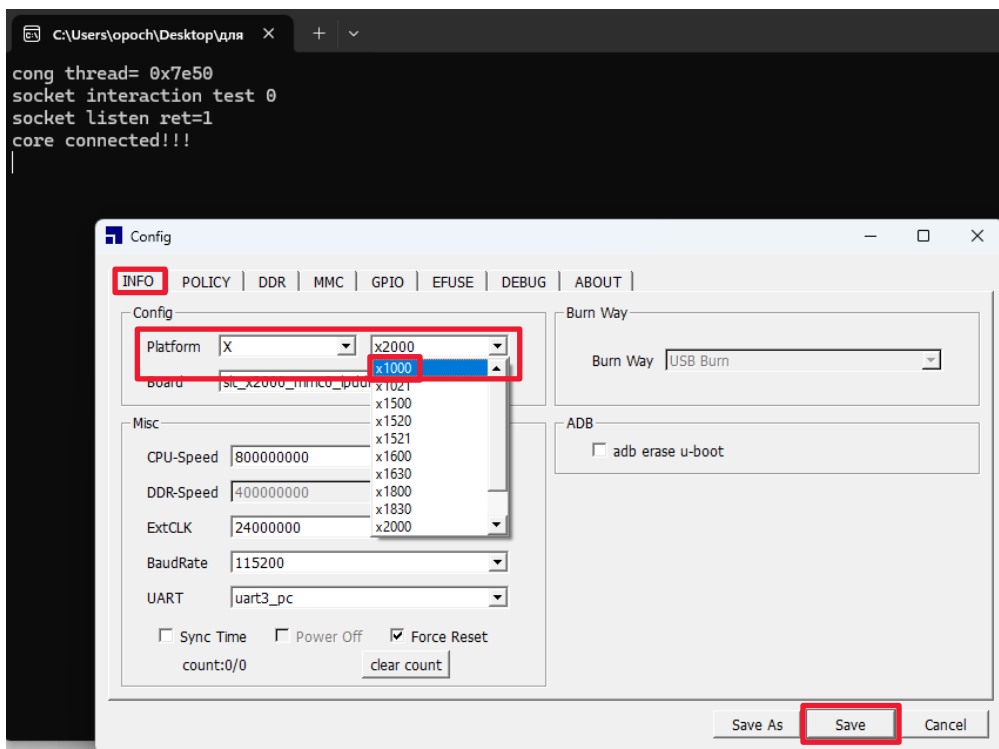

Рисунок 5. Окно утилиты прошивки. Вкладка INFO
- 2 Перейти на вкладку **INFO** (рисунок 5).
- 3 В поле выбора модели (рисунок 5) указать **x1000**.
- 4 Нажать кнопку **Save** (рисунок 5).